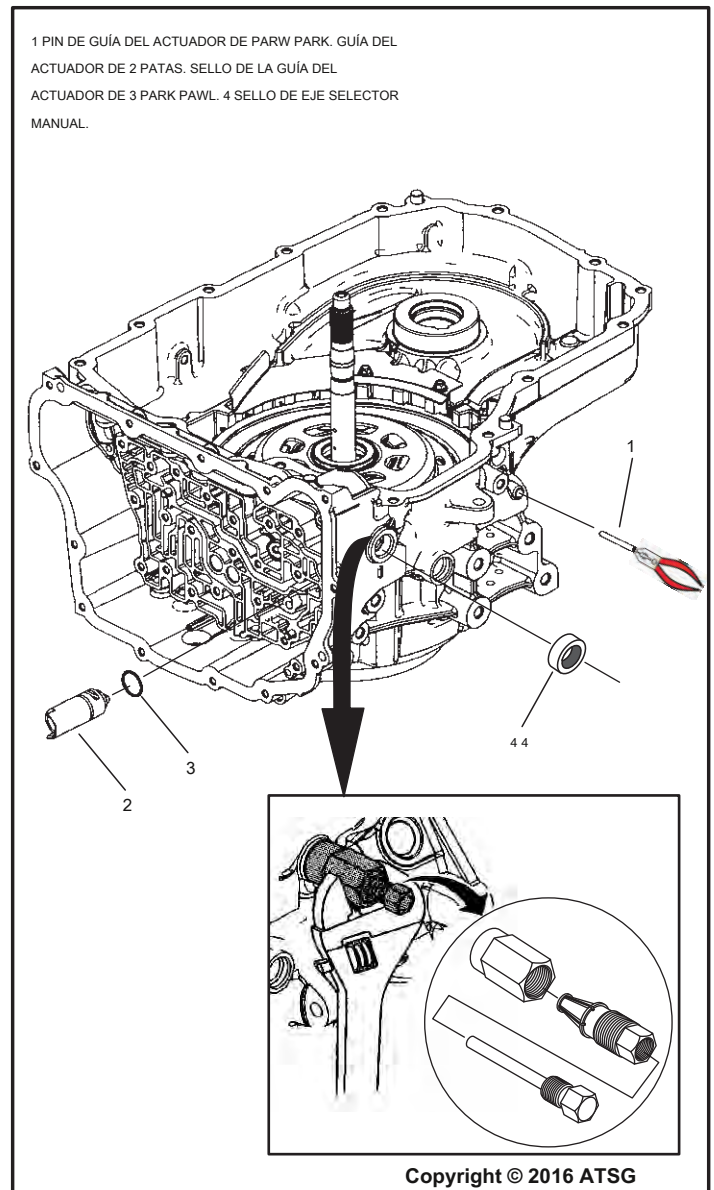

Figura 65
56. Retire el pasador guía del actuador del trinquete de estacionamiento de la caja de la transmisión como se ve en la Figura 65.
57. Retire la guía del actuador del trinquete de estacionamiento de la caja de la transmisión como se ve en la Figura 65.
58. Retire el sello de la junta tórica de la guía del actuador del trinquete de estacionamiento, consulte la Figura 65 y deséchelo.
59. Usando la herramienta de extracción del sello DT-45201 o una herramienta similar como se ve en la Figura 65, retire el sello del selector manual y deséchelo.